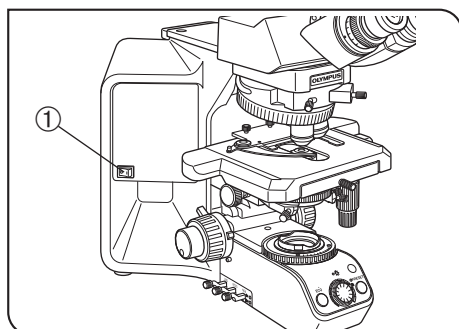

图 1
（图1）
6. 需要更换灯泡时，为了避免触电或燃烧危险，一定要关闭主开关①，然后再把电源线从墙上插座中拔出。如果在使用中或者刚刚使用过后需要更换灯泡，接触前，请等待灯室和灯泡完全冷却。（图1）